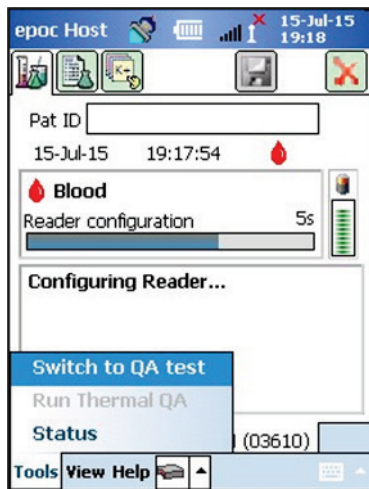

Figure 13
1. Pour lancer un test AQ, sélectionnez l'option **9I f'W'hYf' 'Y'hYgh'5E** ou passez au test AQ lors de l'exécution d'un test sanguin (Figure 13).